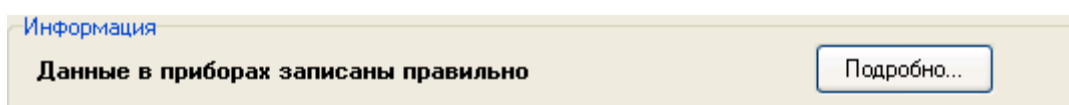

Рисунок 6-861 Сообщение о данных идентификатора, для которого информация в БД соответствует хранимой в приборах конфигурации
- Для тех идентификаторов, для которых настройки Базы данных АРМ «Орион Про» соответствуют хранимой в приборах конфигурации, отображается пометка «данные в приборах записаны правильно» (см. Рисунок 6-861), а в списке паролей данные идентификаторы остаются отображенными черным цветом. В этом случае синхронизация идентификатора не требуется.